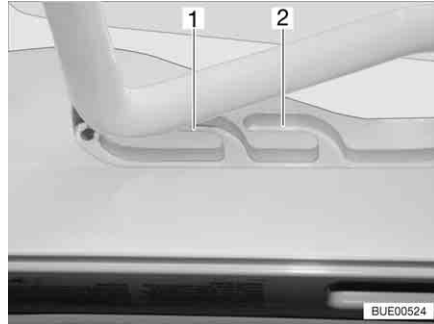
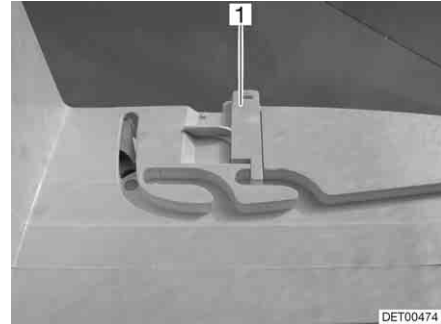

Fig. 68 Claraboya Heki en posición de ventilación
Fig. 69 Bloqueo de la posición de ventilación
La claraboya Heki se puede colocar en dos posiciones de ventilación: Posición de mal tiempo (Fig. 68,1) y posición mediana (Fig. 68,2). Según el modelo, la claraboya podrá ser bloqueada en la posición central con los dos pestillos (Fig. 69,1) a la izquierda y la derecha en el marco de la claraboya.
- Presionar el estribo ligeramente hacia arriba y empujarlo en la guía seleccionada (Fig. 68,1 ó 2) y, si fuera necesario, bloquearlo.